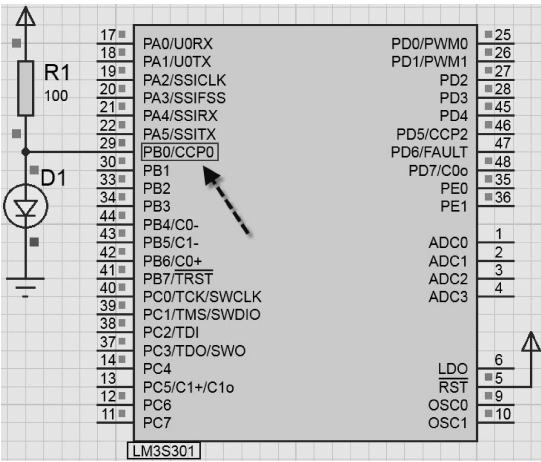

图 2-24 闪烁灯程序的虚拟硬件测试结果
11) 单击原理图中的▶图标，启动虚拟硬件电路的闪烁灯程序测试，其结果如图 2-24 所示。
结论：从如图 2-24 中的程序运行结果来看，闪烁灯程序是正确的。采用 Proteus 8.1 可进行编辑、编译与虚拟硬件测试 M3 程序等，不过本书不推荐这种方法。